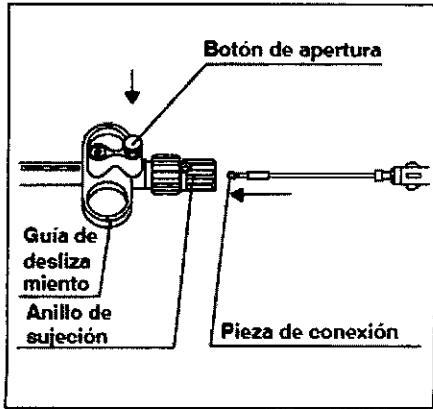

Figura 3.2
5. Presione el botón de apertura en el mango KD e introduzca la pieza de unión del alambre en el anillo de sujeción. (Véase Figura 3.2)